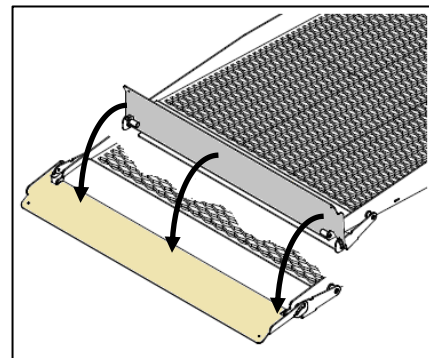

Fig. 11
- premere e mantenere premuto il pulsante **3** di **Fig.2 Cap.5 di discesa** fino ad ottenere il raccordo della pedana col suolo (**Fig.11**);
- Platform reaches the ground and it joins it (**Fig.11**);